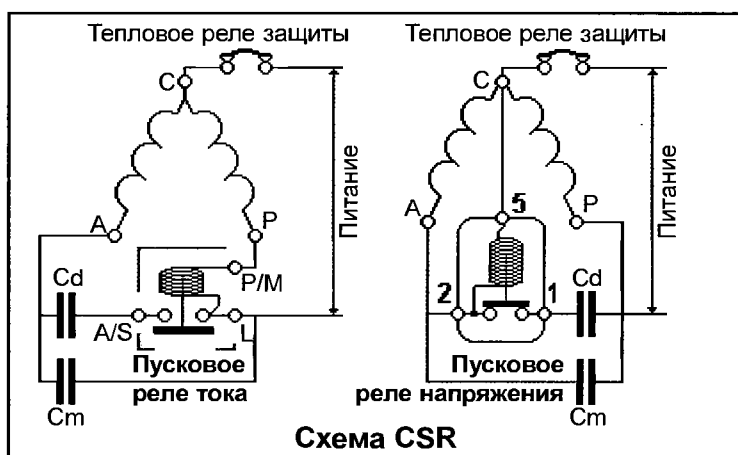

Рис. 53.44.
5) Схема CSR (Capacitor Start and Run) аналогична схеме CSIR, в которую добавлен рабочий конденсатор (C_m), как показано на рис. 53.44.